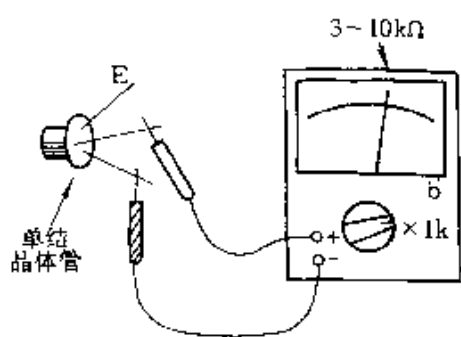

图 2-255
① 检测两基极间电阻:两表笔(不分正、负)接单结晶体管除发射极 E 以外的两个管脚,如图 2-255 所示,读数应为 $3 \sim 10k\Omega$ 。